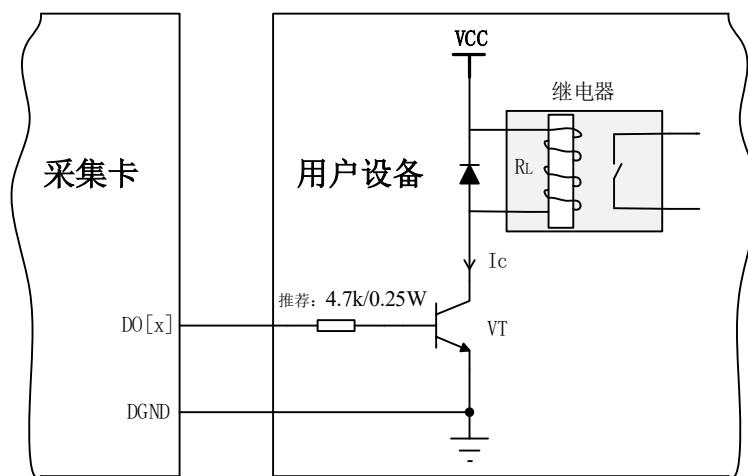

图 7-4-2 DO 数字量控制继电器电路
- 如果将 PFI 或 DIO 配置为输出状态，请了解连接到这些信号的负载的电流要求。不要超过设备指定的电流输出限制；本公司为需要高电流驱动的数字应用提供了多种解决方案，例如图 7-4-2 所示方案用以实现驱动 24V 继电器。
当用户需驱动高电压或大电流设备时（比如 24V 继电器），需要用户自行设计外围驱动电路，可使用三极管驱动方式，如图 7-4-2， $I_c \approx V_{CC}/R_L$ (R_L 为继电器内阻)，用户使用时一定要注意 I_c 要小于三极管 VT 的最大集电极电流。